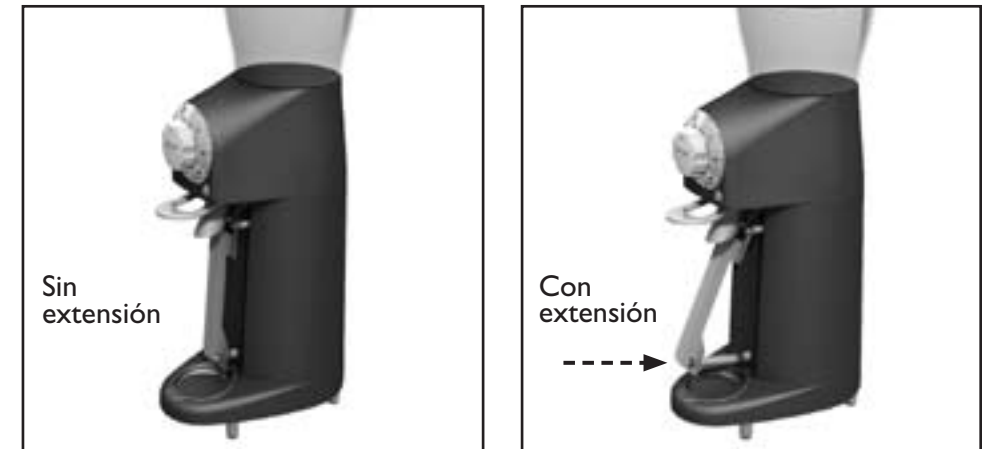

Fig. 7
Para colocar el adaptador, desatornillar el tornillo (9) en la parte inferior de la placa vibratoria tal y como se indica en la Fig. 7 y fijar correctamente la pieza. Volver a conectar la placa vibradora con la pieza de extensión utilizando el mismo tornillo.